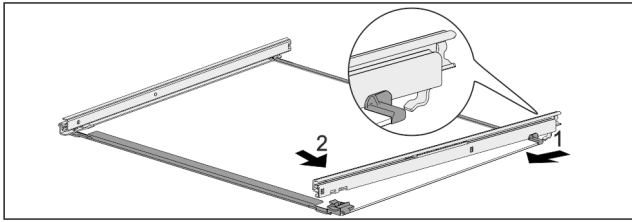

Fig. 70 Скляна пластина з рейками
- ▶ Зачепити рейку ззаду. Fig. 70 (1)
- ▶ Зафіксуйте рейку спереду. Fig. 70 (2)